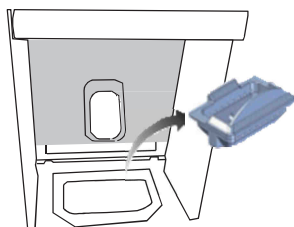

fig. 8.2.3
Proceder a continuación eliminación del crisol (si es necesario para eliminar los deflectores para la limpieza de vidrio fijado con tornillos Fig. 8.2.3 - 8.2.4 (A)).